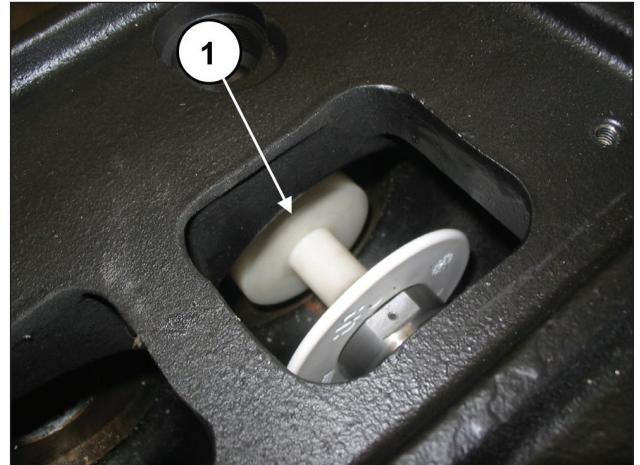

Fig. 123
Inserire l'attrezzo tampone cod. 27516600 tra il guida pistone e il pistone (pos. ①, Fig. 123).